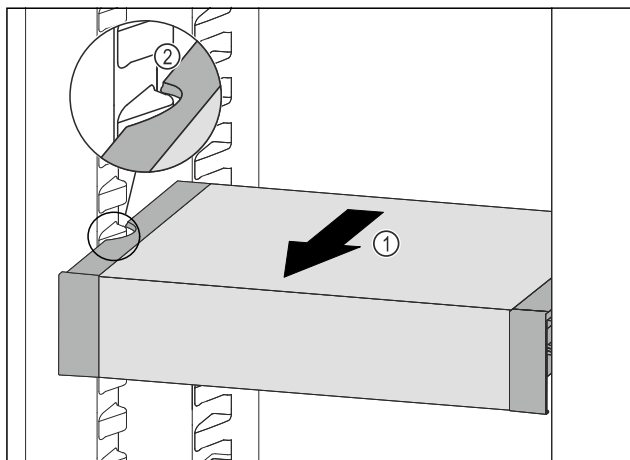

Fig. 198
- Trageți în față VarioSafe Fig. 198 (1), până când degajările laterale ale VarioSafe se află la înălțimea nervurii recipientului din frigider. Fig. 198 (2)